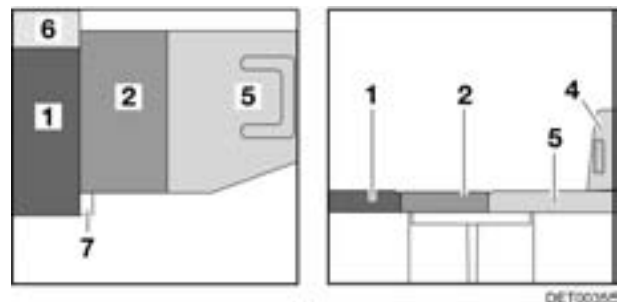

Bild 98 Nach dem Umbau (mit Sitzverbreiterung)
- ▷ Je nach Modell muss zusätzlich die Sitzverbreiterung (Bild 98,7) ausgeklappt werden. Bei diesen Modellen das Zusatzpolster (Bild 98,6) zwischen das Rückenpolster und die Außenwand legen (Bild 98).